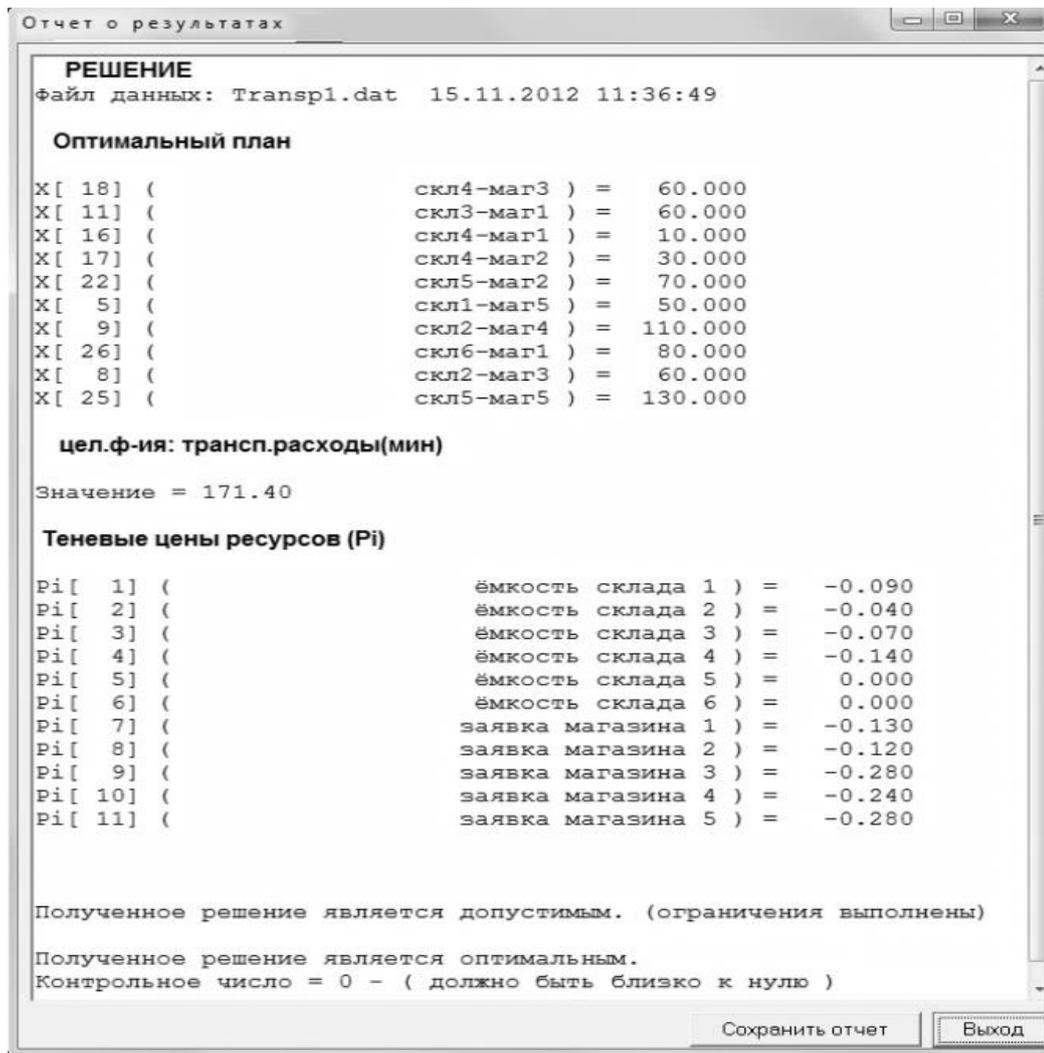

Рисунок 17 – Пример отчетной информации о решении задачи
5. Возможен вывод отчетной документации. Для этого предназначена кнопка «Текстовый отчет» (рисунок 17).